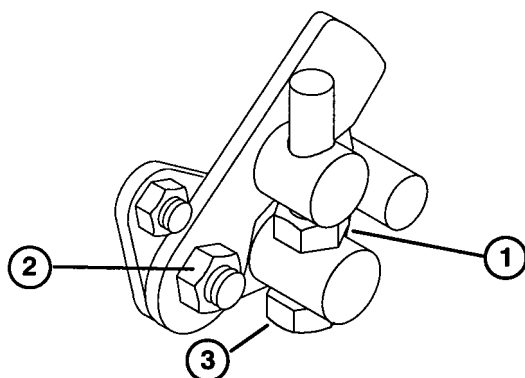

図 43
1. トラニオン・キャップスクリュのジャムナットをゆるめる（図43）